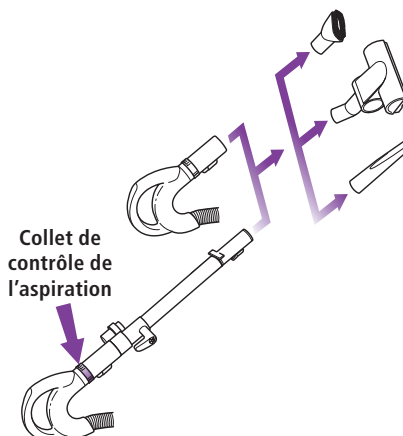

Fig. 15
- 2 Installez l'accessoire désiré à l'extrémité du tube de rallonge ou de la poignée. (Fig. 15)
- 3 **Votre aspirateur a une énorme force d'aspiration. Ajustez la force de la succion avec le contrôle d'aspiration, sur la poignée. Ouvrir la soupape pour une succion plus faible, lors des tâches légères comme pour les rideaux ou les surfaces fines. Fermez la soupape pour une succion élevée et lorsque vous utilisez la brosse portable turbo.** (Fig. 15)